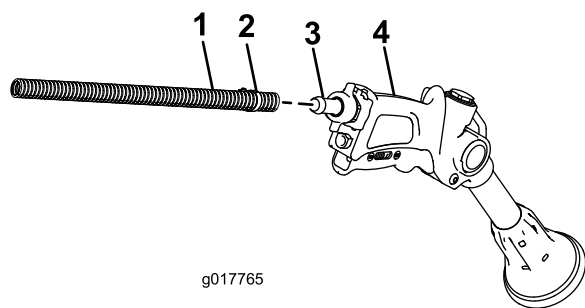

Figura 20
2. Collegate l'estremità libera del flessibile lungo al raccordo sulla pistola a spruzzo (Figura 20).